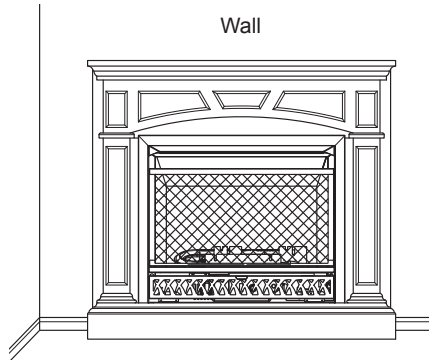

Figura 34
7. Coloque la chimenea a la ubicación deseada, como se muestra en la Figura 34.